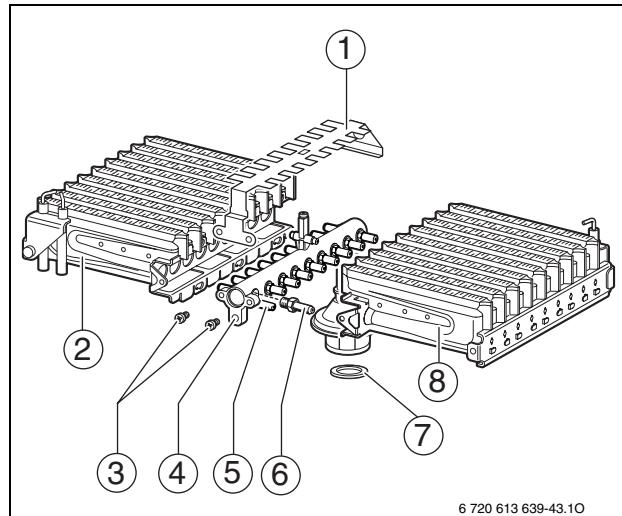

Рис. 35
- ▶ Демонтировать горелку (→ рис. 35, поз. 2 и 8 /→ глава 12.2.1).
- ▶ Заменить форсунки (6).
- ▶ Установить горелку (→ рис. 35, поз. 2 и 8).